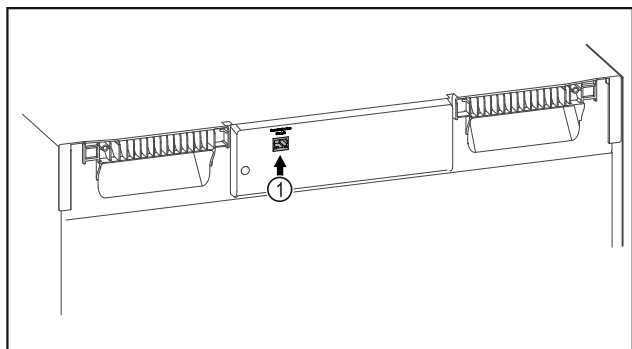

Fig. 101
- ❑ El SmartModule Fig. 101 (1) está colocado.